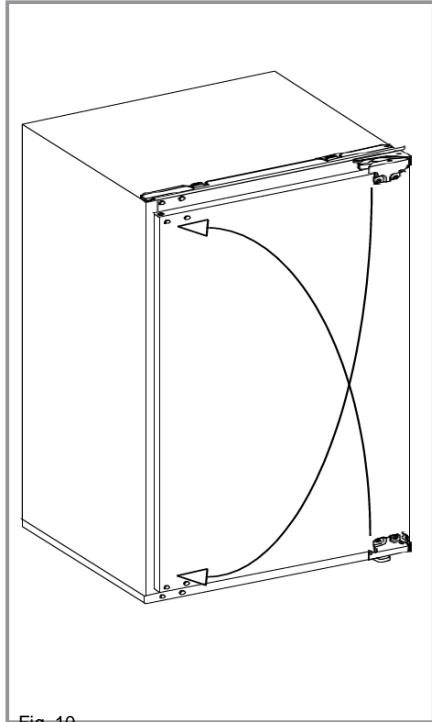

Fig. 10
6. Replacez les charnières dans les coins opposés, comme indiqué sur la figure 10